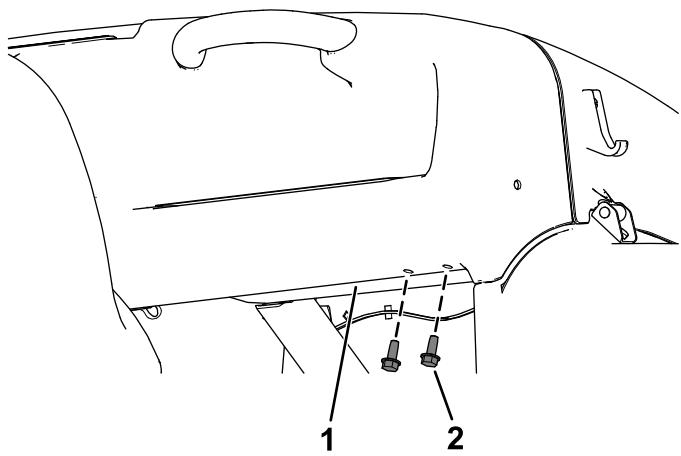

図 24
A. ダッシュボードを車体フレームに固定しているねじ $5/16 \times 3/4"$ 2本を外す図24。